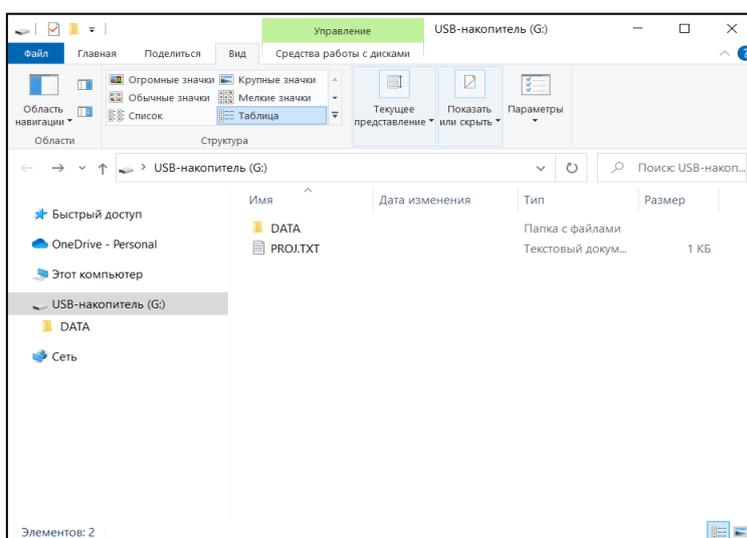

Рисунок 139 Внешний вид корневой папки пульта и магнитометра
4.2.2 Выполните подключение магнитометра SmartMag к ПК согласно пп. 3.7.1 Выгрузка данных на ПК настоящей инструкции. После определения компьютером магнитометра SmartMag, на экране компьютера появится окно с папкой и данными (Рисунок 139), хранящимися на магнитометре, а на дисплее магнитометра будет отображаться сообщение «USB Mass storage...».